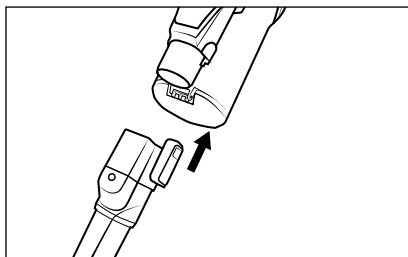

Fig. 14
- ◆ Sæt tilbehøret på sugerør **24** eller produktets sugeåbning, indtil det klikker hørbart på plads (se fig. 14). Vær opmærksom på, at låsen har den rigtige stilling.